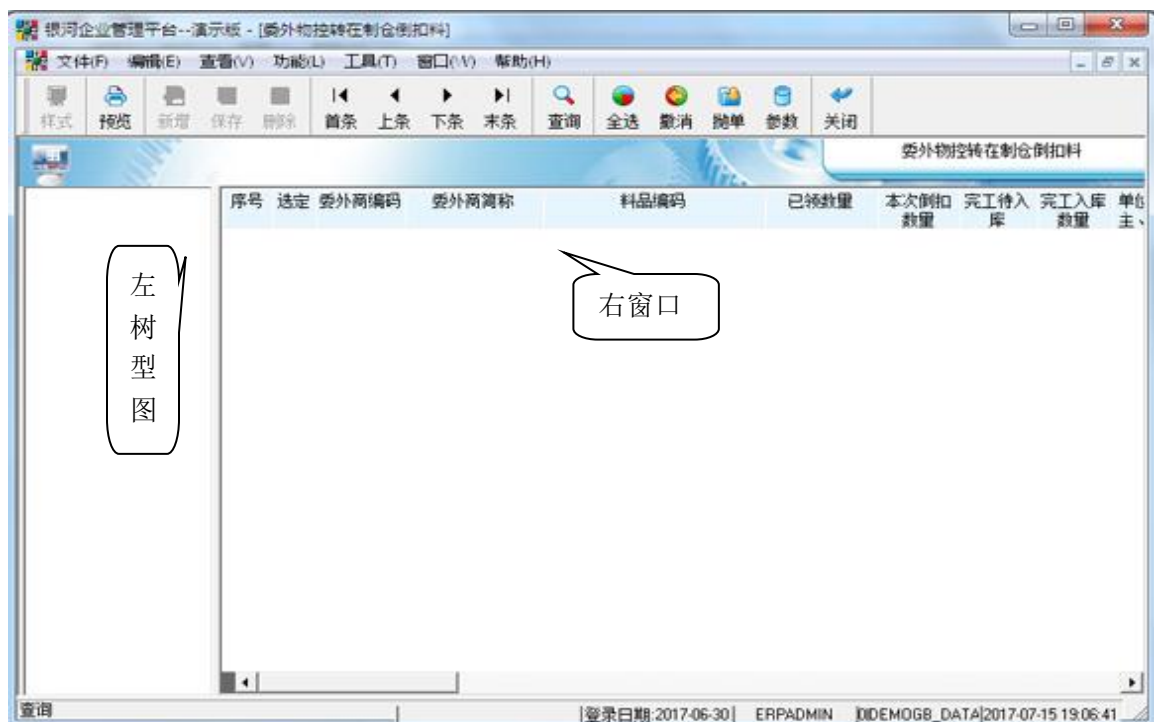

图 69
登录系统后，在左边的树型图中，找到“库存管理/委外倒扣料/委外物控转在制仓倒扣料”后双击它，进入“委外物控转在制仓到扣料”窗口（见图 69），此文件柜根据成品入库数量倒扣材料委外仓库的数量
具体操作：在图 69 的左边的树型图选定某一委外批号，右窗口会显示对应的材料情况（可通过对委外批号分组），选定需要倒扣料的材料后，点击菜单项“功能/抛出”或点击相应图标，将选定的材料转成委外在制仓扣料单
- 说明：1. 如果需要对某些委外批号合并倒扣料，则只需对委外批号分组；如果不需合并倒扣料，对委外批号单独倒扣料，则还需对委外批号过滤（在点击某委外批号时，图 69 右窗口只会显示本委外批号的材料）
#### 栏位说明（图 69，斜体字记录表示此料是替代料）